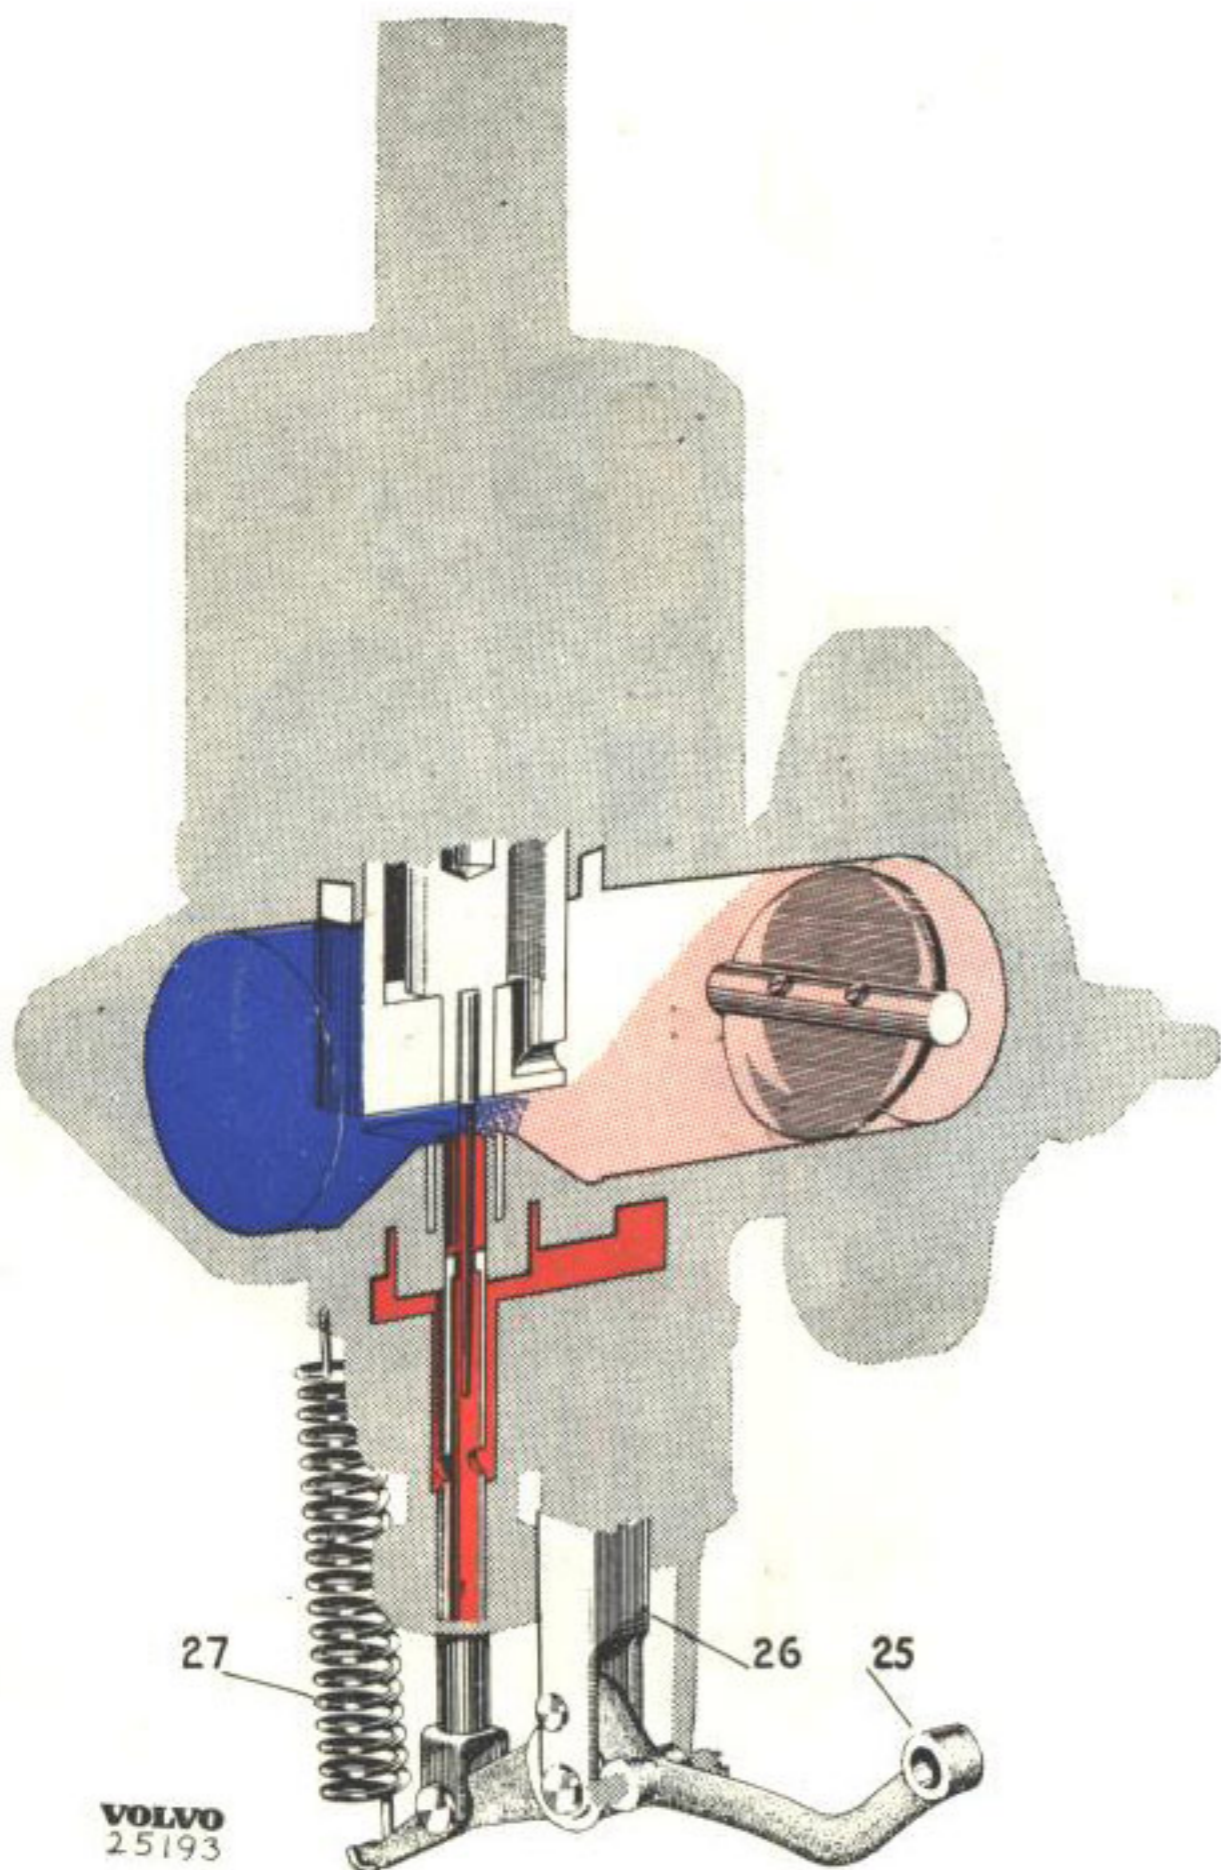

Bild 9. Förgasare, kallstart.
För att berika bränsleluftblandningen vid start av kall motor har förgasaren en anordning (bild 9) varmed munstycket kan sänkas. Då munstycket sänkes erhålles större genomströmningsarea för bränslet, eftersom bränslenålen i munstycket är konisk. — Något chokespjäll finnes ej på förgasaren.
mot två brickor med tätningringar (13 och 19), vilka bildar tätning för bränslet vid munstycket. Vid start av kall motor, drages ytterändan av hävarmen (25 bild 9) uppåt med hjälp av ett reglage, varvid rörelsen överföres via länken (26) så att munstycket, som är sammankopplat med hävarmens inre ända, drages nedåt. Rörelsen begränsas av en hake på hävarmen och återgång till normalläge erhålles av returfjäders (27) då reglaget skjutes in.